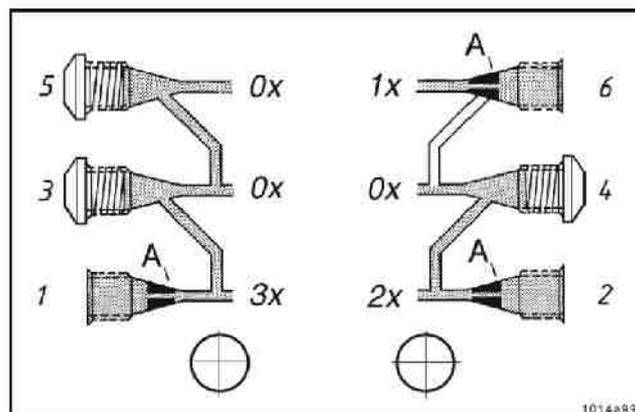

Рис.33. Одинарный, двойной, тройной выход смазки
•Как показано на Рис.33, выходное отверстие 4 закрыто. Смазка, которая должна подаваться через это отверстие будет поступать в отверстие 2.
•Если необходима тройная дозировка (1), то необходимо заглушить выходные отверстия 3 и 5.